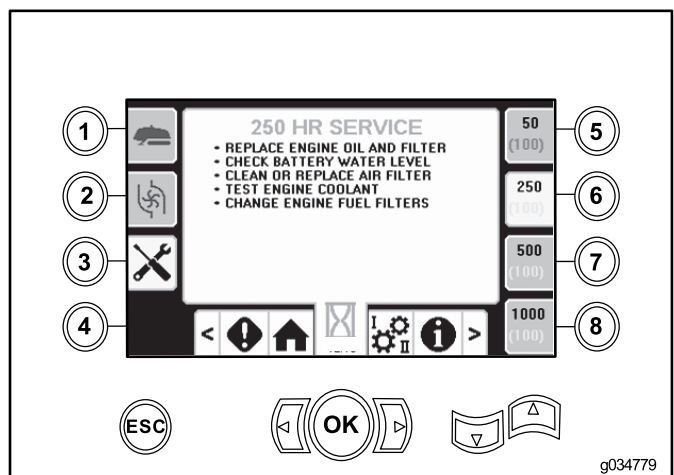

Figura 52
- Botón 6 – 250 horas (Figura 52)